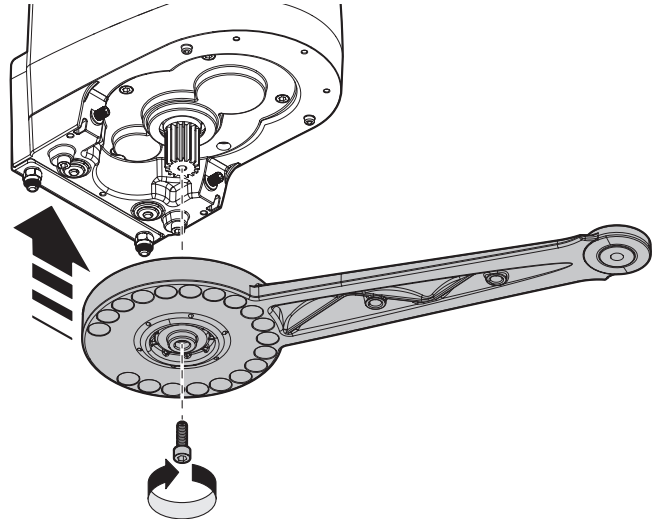

Fig.16
05. En este punto, vuelva a montar el brazo en el motor **fig. 16**;